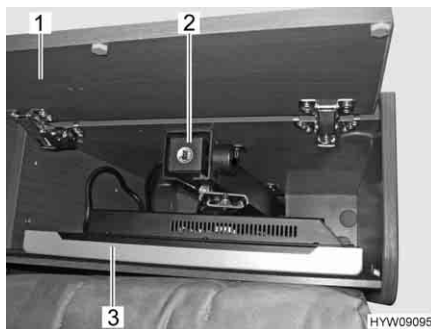

Fig. 62 Schermo piatto nel vano porta televisore
- Aprire la copertura (Fig. 62,1).
- Per scaricare le molle, spingere il meccanismo di sollevamento (Fig. 62,2) leggermente verso il basso. Lo schermo piatto (Fig. 62,3) si solleva automaticamente.